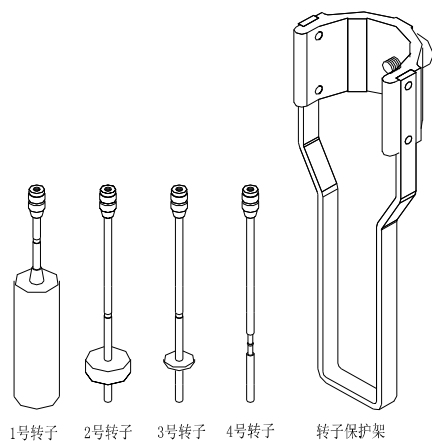

Fig. 3
- 5、随机标配的 1～4 号转子及转子保护架构造如图 3 所示。